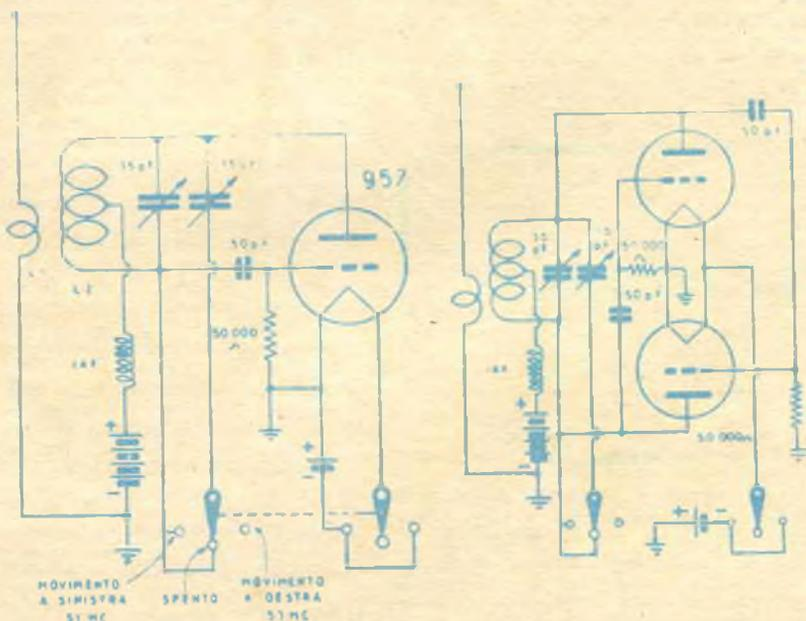

Fig. 2 - Il trasmettitore di radiocomando può essere ad una o due valvole. Il circuito è lo stesso. Le due valvole consentono una maggiore portata
2) - TRASMETTITORE - Il trasmettitore è indicato in fig. 2. A sinistra è illustrato un trasmettitore ad 1 solo tubo adatto per distanze piccole, a destra per distanze maggiori.